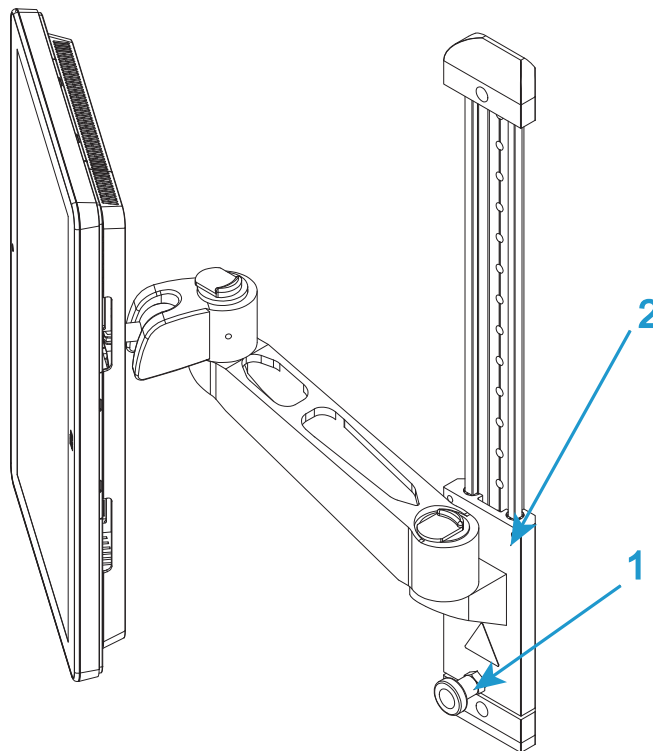

Abbildung 6. Höhenverstellung
1. Sie können die Höhe des Bluehill® Bedienerdashboard für eine komfortable Bedienung für alle Bediener einstellen. Lösen Sie die Verriegelung (1 in Abbildung 6 auf Seite 45) und schieben Sie die Armhalterung (2 in Abbildung 6 auf Seite 45) in die gewünschte Höhe. Ziehen Sie die Verriegelung wieder fest.